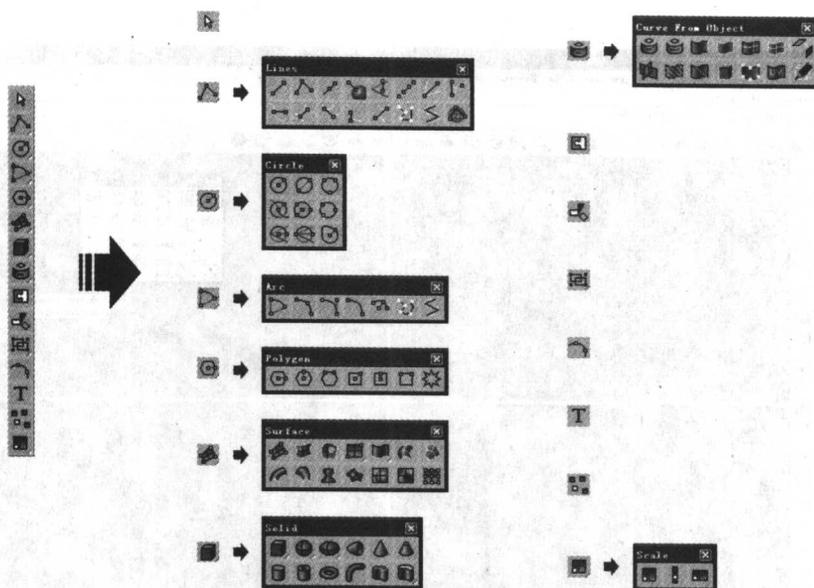
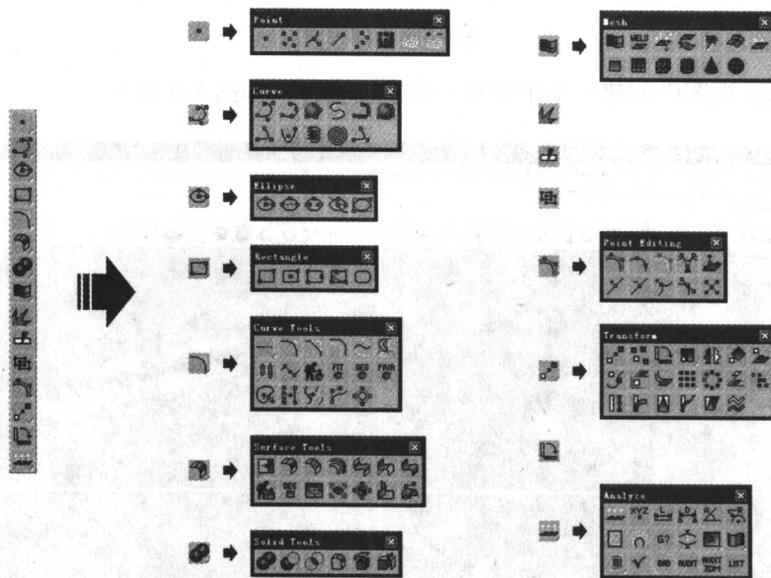

图 1-3 主工具栏 1
图 1-4 主工具栏 2
(3) 在这里主要介绍主工具栏的界面, 如图 1-3、图 1-4 所示。